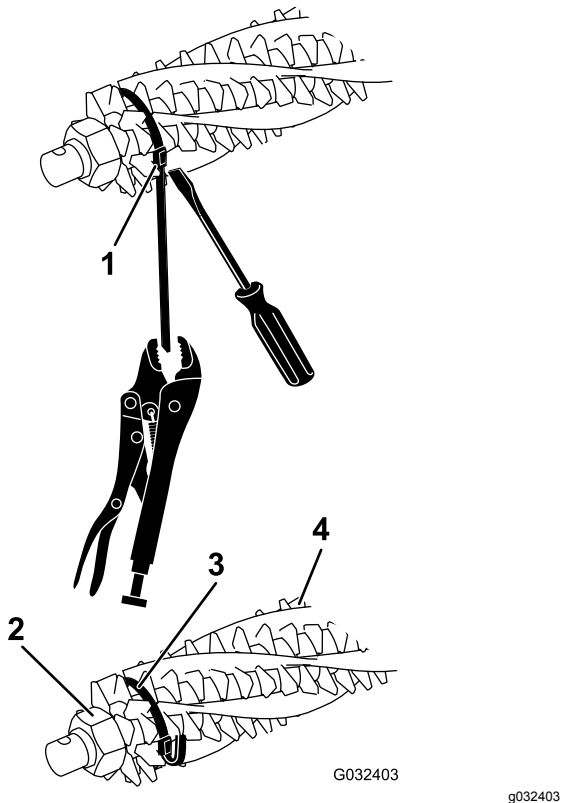
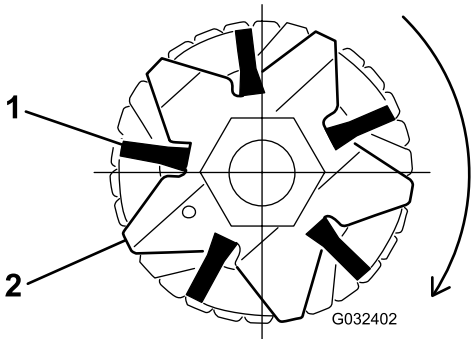

Figura 19
Figura 21
- Desaperte as porcas de retenção da lâmina do rastelo em cada extremidade do eixo do rastelo (Figura 19).
- Verifique se as escovas estão colocadas nas ranhuras das lâminas do rastelo (Figura 19 e Figura 21).
- Envolva, sem apertar, as fitas, como se mostra na Figura 19, em torno do eixo e das escovas do cilindro do dispositivo inserindo as fitas nas ranhuras das escovas Figura 21.
Nota: Se as escovas da vassoura não estiverem colocadas corretamente nas ranhuras das lâminas, desaperte os parafusos de retenção da lâmina do rastelo em cada extremidade do eixo do rastelo, posicione as escovas da vassoura corretamente nas ranhuras das lâminas e aperte os parafusos de retenção da lâmina do rastelo (Figura 19).
- Enquanto faz pressão com uma chave de fendas contra a fivela da fita, fixe a fita com um alicate e pressione bem as fitas até ficarem presas nas ranhuras das escovas (Figura 19).